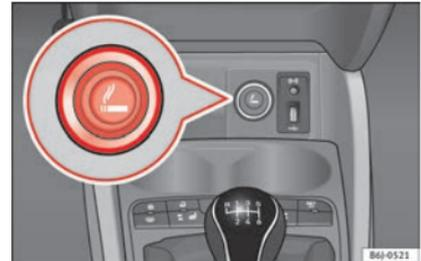

Abb. 153 Zigarettenanzünder.
- Zur Betätigung Zigarettenanzünder » **Abb. 153** hineindrücken » **⚠**.